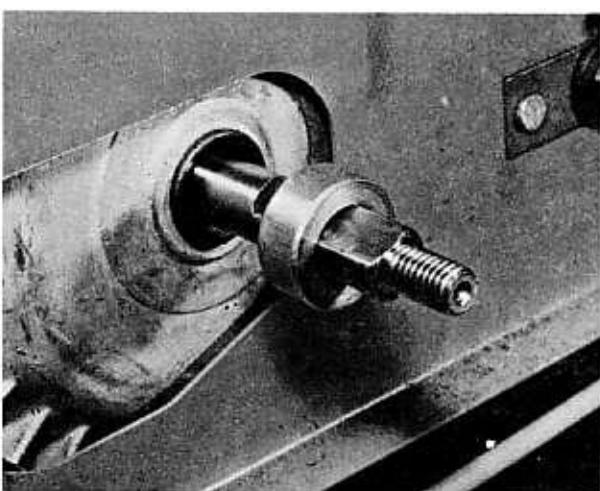

Bild 69
- Beim Abziehen des Reglers vom Kurbelwellenstumpf darauf achten, dass er nicht auseinandergezogen wird und die Rollen herausfallen. Dann können der Keilriemen, die Innenhälfte der Riemscheibe und die Distanzbüchse abgenommen werden (Bild 69).